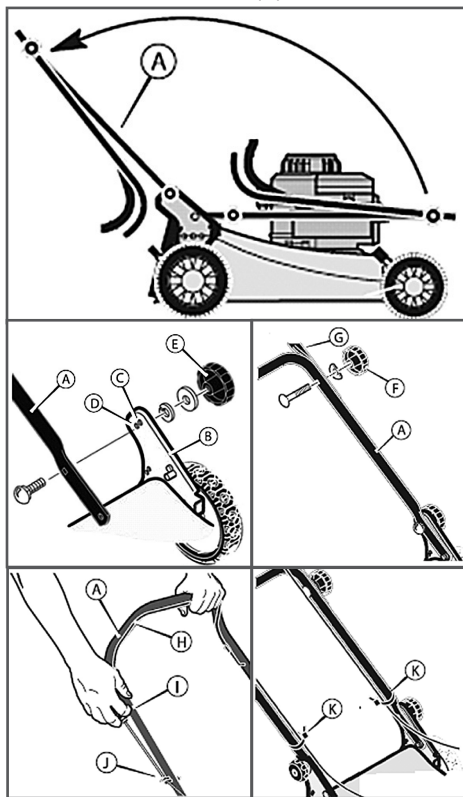

Рис. 2 Сборка газонокосилки
3. Установите нижнюю часть А рукоятки в рабочее положение (Рис. 2).
4. В скобе рукоятки (В) имеется два крепежных отверстия (Рис. 2). Используйте отверстие (С) для крепления рукоятки в верхнем положении. Используйте отверстие (D) для крепления рукоятки в нижнем положении.
5. Закрепите отверстие в любом из отверстий (С) или (D), в соответствии с рисунком. Затяните зажимы (Е) до фиксации нижней части рукоятки.
6. Снимите зажимы (F) и крепежные элементы с нижней рукоятки (А). Установите верхнюю рукоятку (G) в рабочее положение. Затягивайте зажимы (F) до фиксации верхней и нижней рукояток в соответствующих положениях.
7. Для установки троса ручного стартера, сначала необходимо задействовать рычаг остановки двигателя (Н). Медленно потяните ручку стартера (I) и заправьте трос стартера в направляющую (J).
8. Закрепите тросы на рукоятке, при помощи держателей (K).